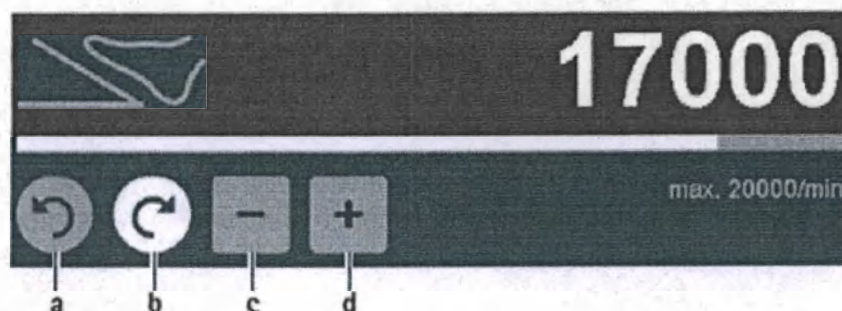

Рисунок 6 – Изменение верхней границы диапазона числа оборотов/направления вращения, где:
► Изменение направления вращения: Нажать неактивную, серую кнопку направления вращения Право-/левостороннее вращение **a/b**, см. Рис. 6.